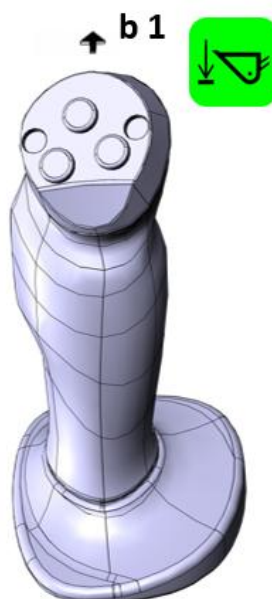

Рисунок 3.67. Автоматика опускания
- ▶ Коротко переместить правый джойстик в направлении **b1** до упора и отпустить, рис. 3.67.
- ▷ На дисплее загорится символьный индикатор «Автоматика стрелы: опускание», рис. 3.67.